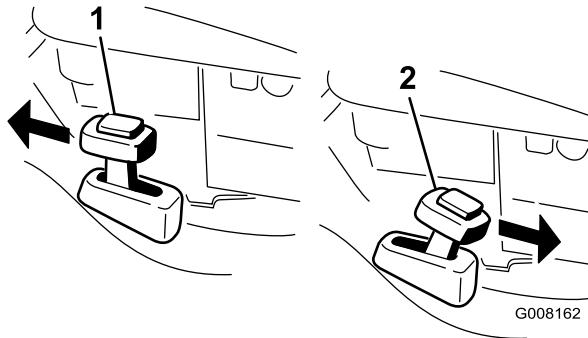

Bild 19
2. Drücken Sie die Taste oben am Hebel für Recycler/Fangkorb und schieben Sie den Hebel auf Recycler (Bild 19).
2. Hängen Sie den Fangkorb ein, wenn Sie das Schnittgut sammeln möchten (siehe „Einsetzen des Fangkorbs“). Drücken Sie die Taste oben am Hebel für Recycler/Fangkorb und schieben Sie den Hebel auf **Fangkorb** (Bild 19).
Hinweis: Der Hebel für den Recycler/Fangkorb sollte in der Stellung **Fangkorb** (Bild 19) stehen.